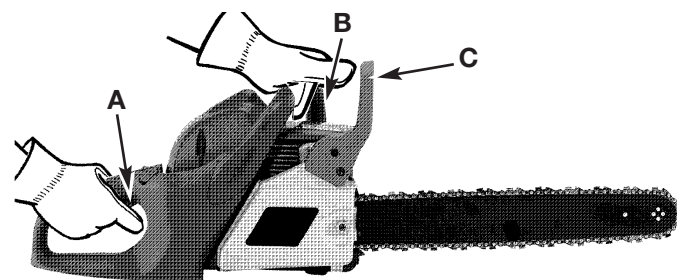

Fig. 33
3. Tenir fermement la poignée arrière (A) avec la main droite (Fig. 33).
4. Tenir fermement la poignée avant (B) [pas la manette de Chain Brake® (C)] de la main gauche (Fig. 33).
5. Appuyer sur la gâchette d'accélération jusqu'à la position 1/3 de gaz, puis déclencher immédiatement la manette de Chain Brake® (C) (Fig. 33).